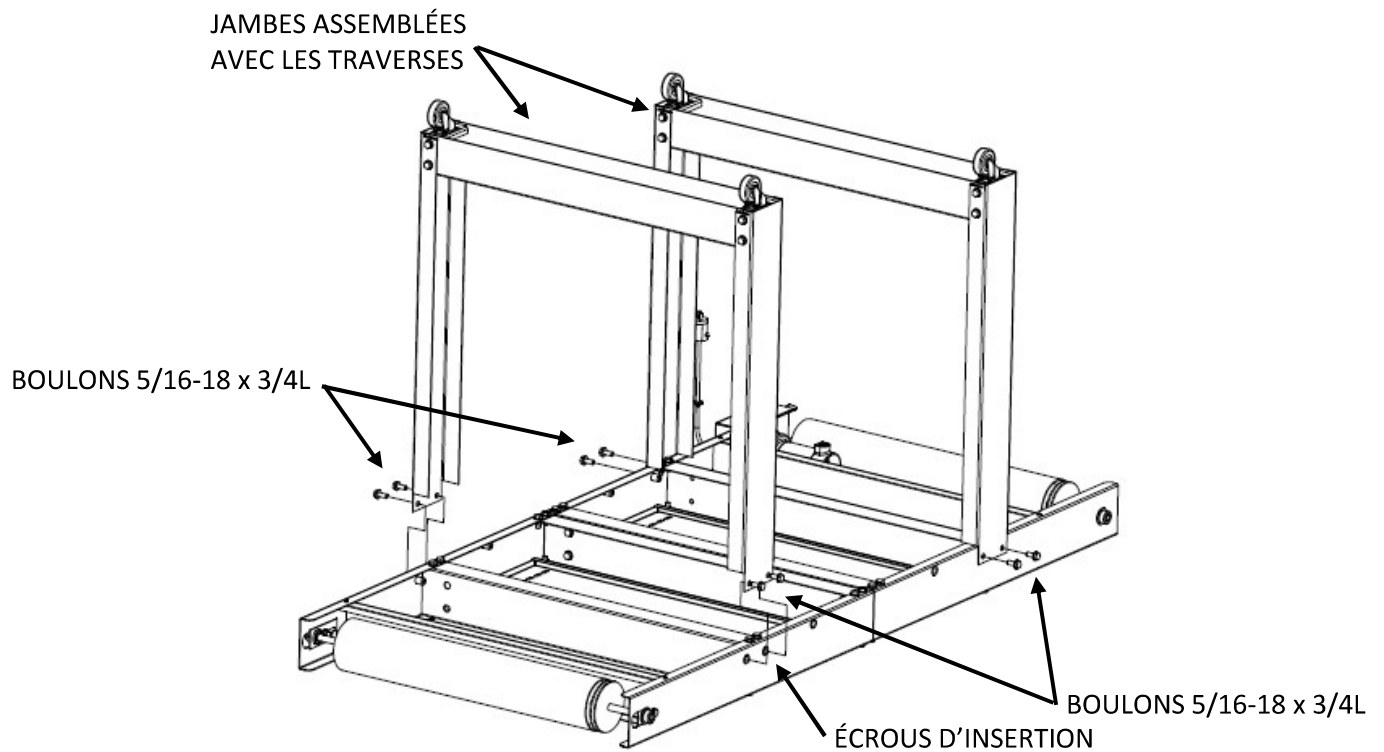

Figure 3
7. Placez les **PIEDS** assemblés avec les **TRAVERSES** sur le **CONVOYEUR**, en alignant les trous des **PIEDS** sur les **ÉCROUS D'INSERTION** du **CONVOYEUR** (voir **Figure 3**).